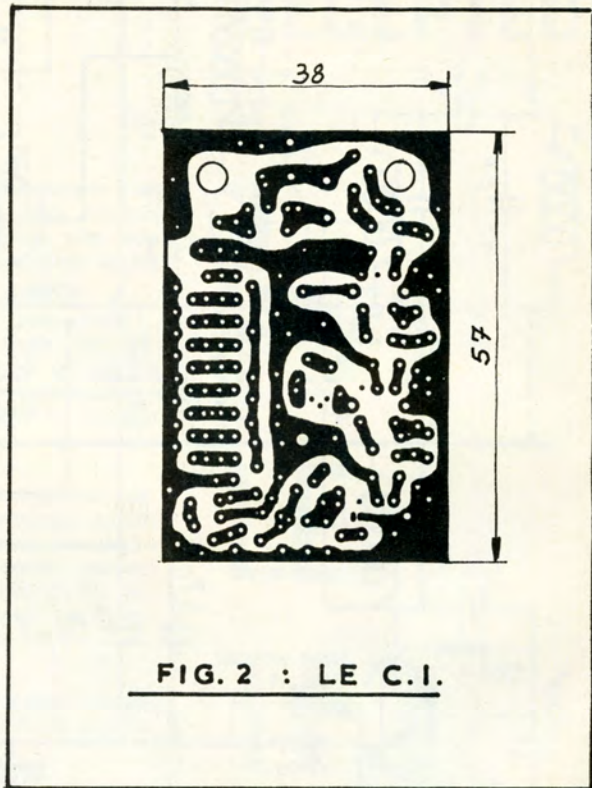

FIG. 2 : LE C.I.
1. **Le circuit imprimé** (Fig. 2). Nous sommes parvenus à n'augmenter que très peu les « normes » du TF6 : ici 38 x 57 mm pour 38 x 50 mm au TF6. Il en résulte une densité de remplissage nettement plus importante. Pourtant le câblage reste assez facile et le circuit imprimé n'est pas trop délicat à dessiner.